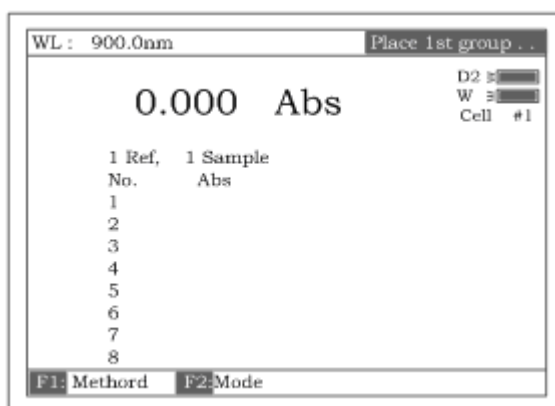
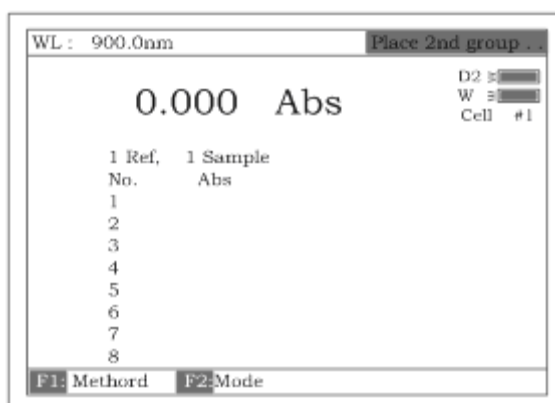

Рисунок 105
Рисунок 106
7. Нажмите **[СТАРТ/СТОП]**, экран примет вид, показанный на рис.105. В верхней правой строке экрана появится запись “Place 1st group...” (установите первую группу). Нажмите клавишу [0Abs/100%T]. С 8 контрольных растворов одновременно снимаются показания, а вид экрана изменяется (рис.106).